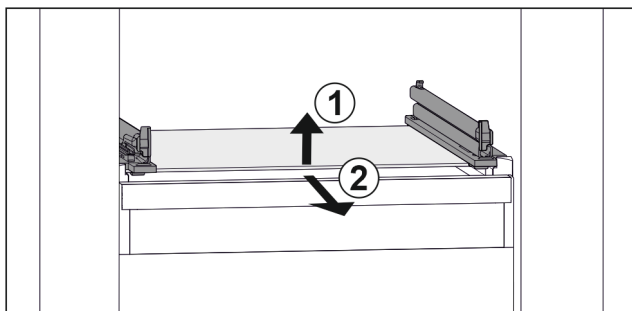

Fig. 109 Vejledende visning af glaspladen
- ▶ Løft glaspladen foran. Fig. 109 (1)
- ▶ Tag glaspladen ud fremefter. Fig. 109 (2)